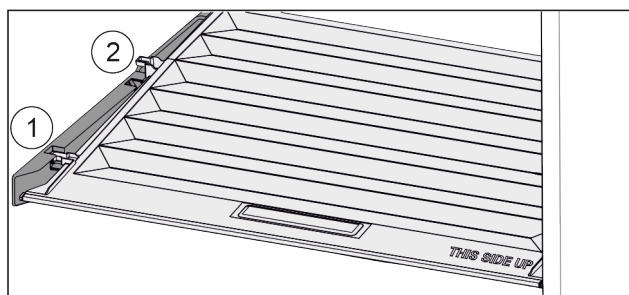

Fig. 54
- ▶ Vytáhněte víko dopředu až k otvoru v přídržných dílech Fig. 54 (1).
- ▶ Vzadu zespolu nadzvedněte a vyjměte směrem nahoru Fig. 54 (2).